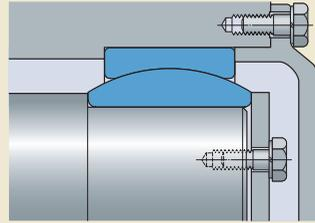

Bild 8
- durch eine Abstandshülse zwischen Ring und der benachbarten Maschinenkomponente (→ **Bild 8**)